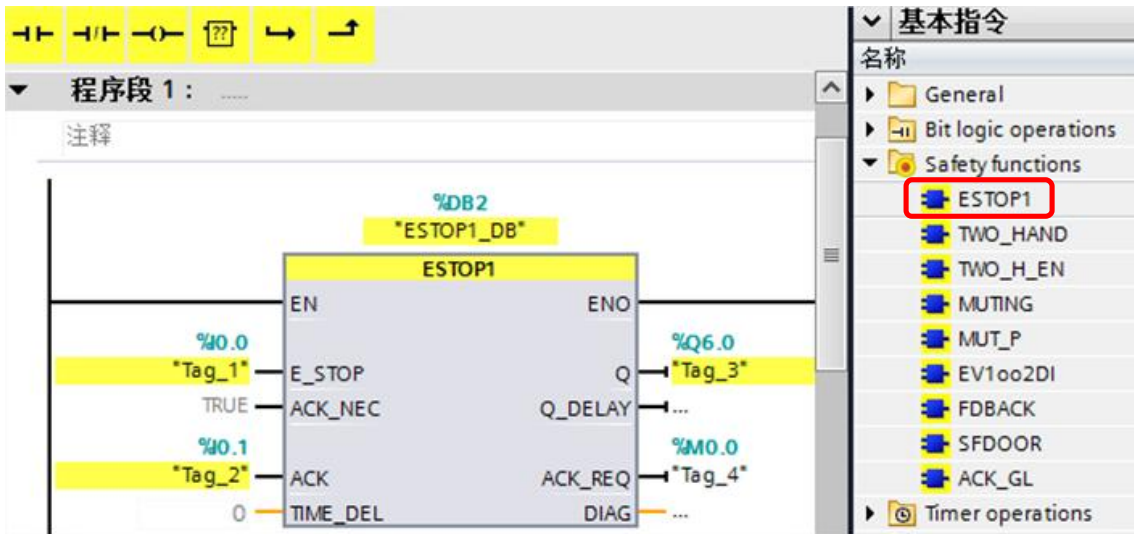

图 3-2 安全主程序
- 2) 打开安全主程序块 FB1，在右侧安全功能库中调用 ESTOP1 急停功能块，E_STOP 输入管脚填写急停开关的硬件地址 I0.0，ACK 管脚填写故障复位开关的硬件地址 I0.1，Q 管脚填写 Q6.0，ACK_REQ 为请求复位状态，分配地址 M0.0 进行监控，如图 3-2 所示。